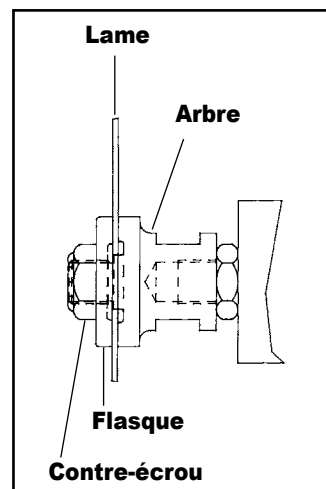

FIG. 2
- a. Arbre standard - Installer la lame sur l'épaulement d'arbre de $\frac{5}{8}$ de diamètre (Fig. 2). Installer le collet, face allégée tournée vers la lame et visser le contre-écrou. Tout en maintenant une clé (fournie) sur le plat de l'arbre de $\frac{7}{8}$, serrer le contre-écrou d'arbre. La lame doit être complètement contre l'épaulement d'arbre et de niveau sur la face de l'arbre.
Détail de la bride des figures 2 et 3.